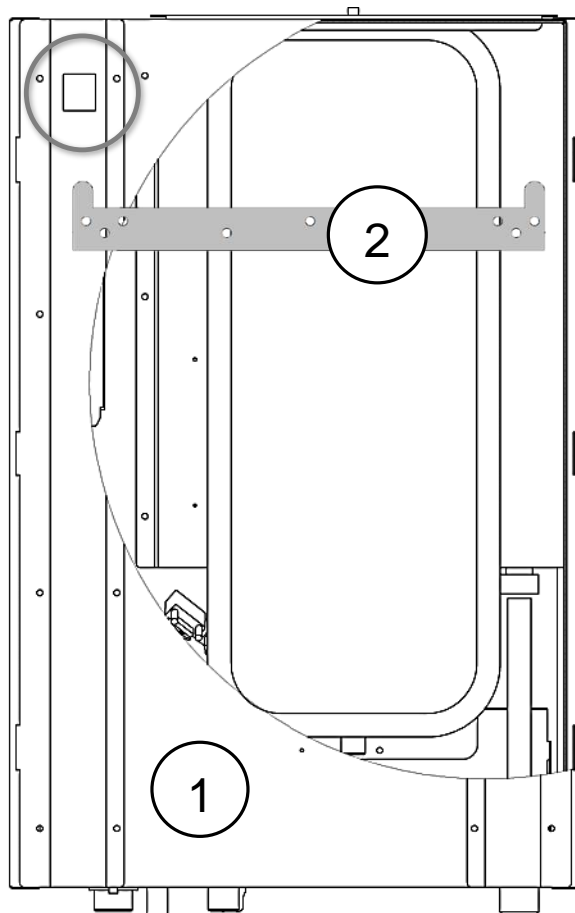

*Рис. 11 Монтажная планка (кронштейн крепления котла на стене)*
- Котёл вешается на монтажную планку (кронштейн), которая крепится к стене (см. рис. 11). Для надёжного крепления монтажной планки (кронштейна) к стене **рекомендуется** использовать различные крепёжные элементы: анкерные болты, крепёжные шпильки, дюбель-гвозди, шурупы и саморезы, как в комплекте с дюбелями, так и отдельно. Выбор крепёжного элемента зависит от материала стены и нагрузки. **Рекомендуется** для создания жесткого узла крепления сделать в стене отверстие диаметром 8 мм и глубиной не менее 50 мм и использовать для крепления на стене монтажной планки (кронштейна) крепёжные элементы соответствующего наружного диаметра и соответствующей глубины крепления.